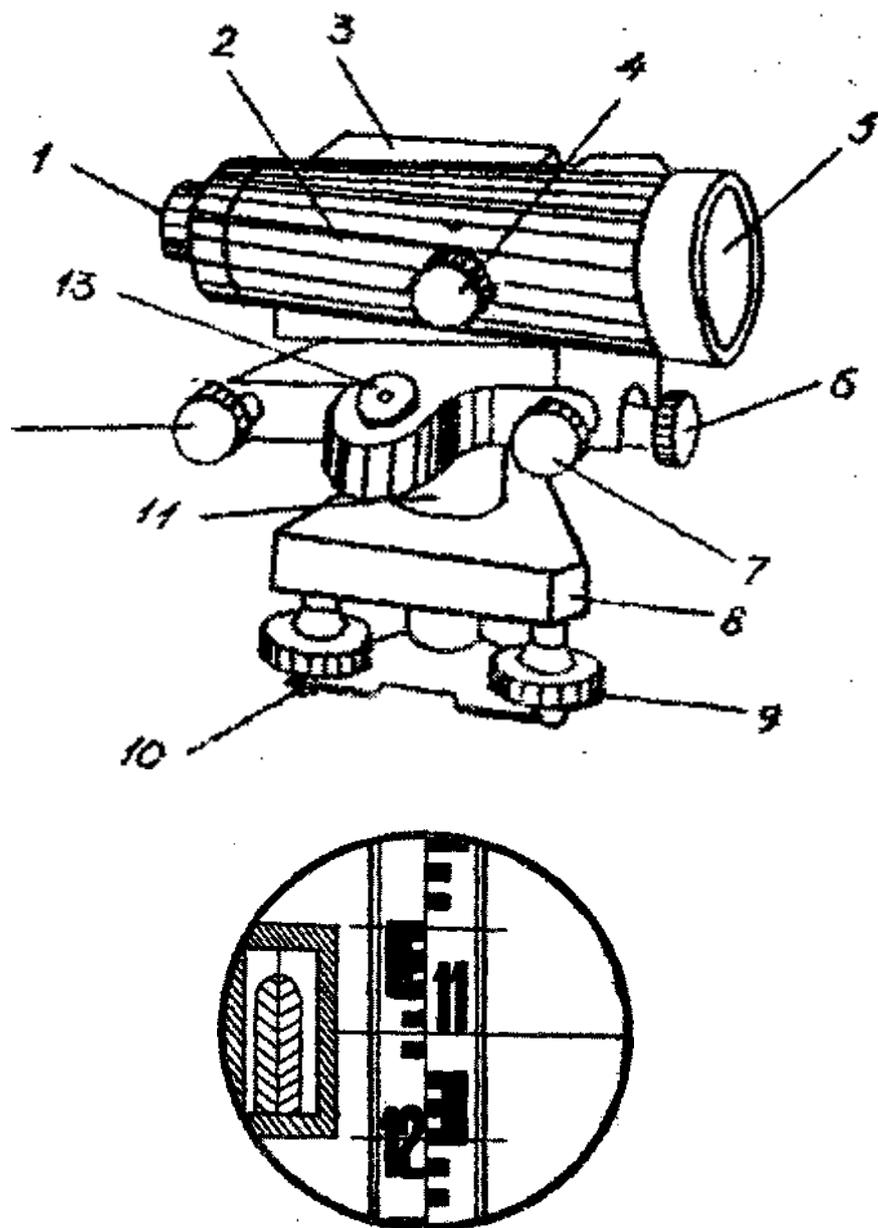

Рис. 3.1. Нивелир Н-3: а ~ общий вид; б - поле зрения трубы
1. Изучите устройство нивелиров Н-3 (НВ-1) и Н-3К (НС 4). Напишите названия пронумерованных на рис. 3.1 и 3.2 частей нивелиров.